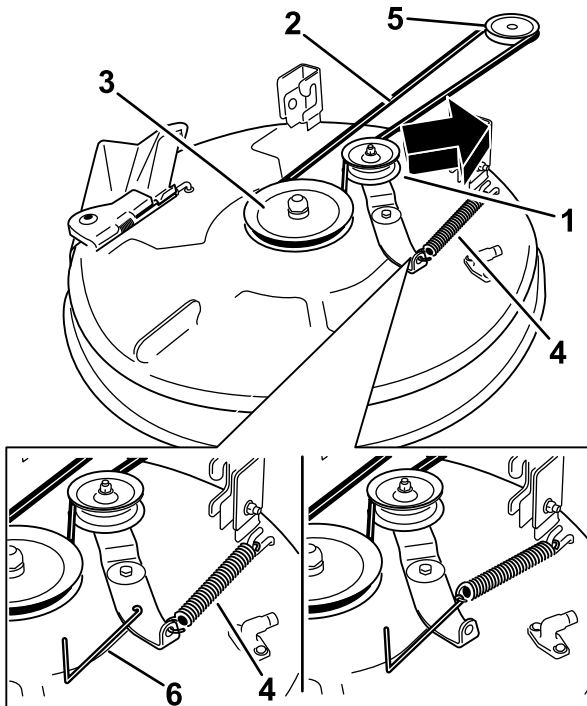
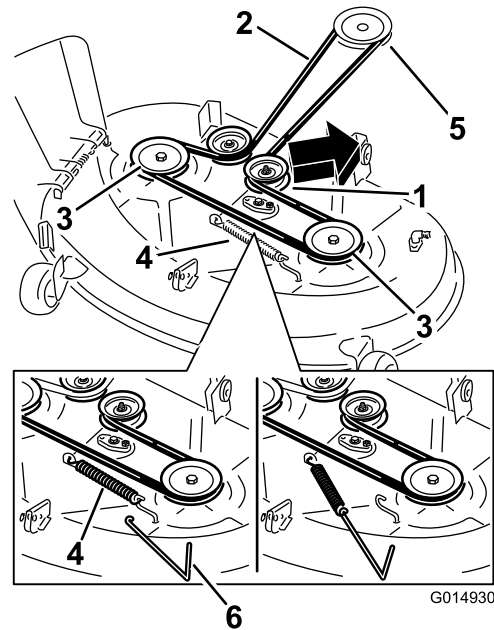

Figure 53
Figure 54
- À l'aide d'un outil de dépose de ressort (réf. Toro 92-5771), décrochez le ressort du crochet sur le plateau pour détendre la poulie de tension et déchaussez la courroie des poulies (Figure 53 et Figure 54).
- Acheminez la courroie neuve autour des poulies du moteur et du plateau de coupe (Figure 53 et Figure 54).
- À l'aide d'un outil de dépose de ressort (réf. Toro 92-5771), accrochez le ressort au crochet sur le plateau pour tendre la poulie de tension et la courroie de plateau de coupe (Figure 53 et Figure 54).